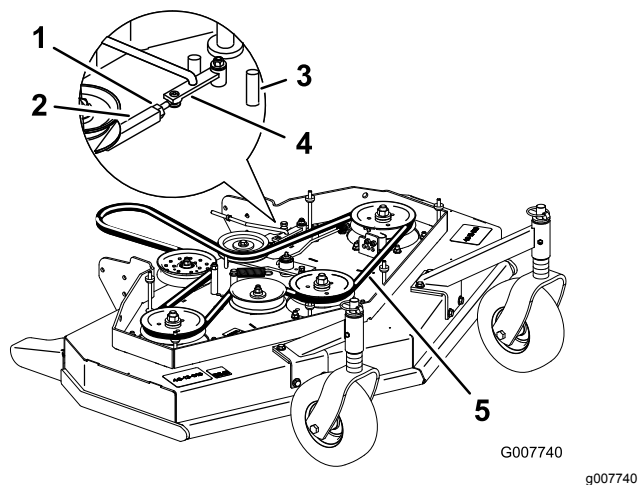

Figura 46
3. Afloje la contratuerca del tensor (Figura 46).
4. Gire el tensor hacia la parte trasera de la carcasa del cortacésped para aumentar la tensión de la correa. Gire el tensor hacia la parte delantera de la carcasa del cortacésped para reducir la tensión de la correa (Figura 46).